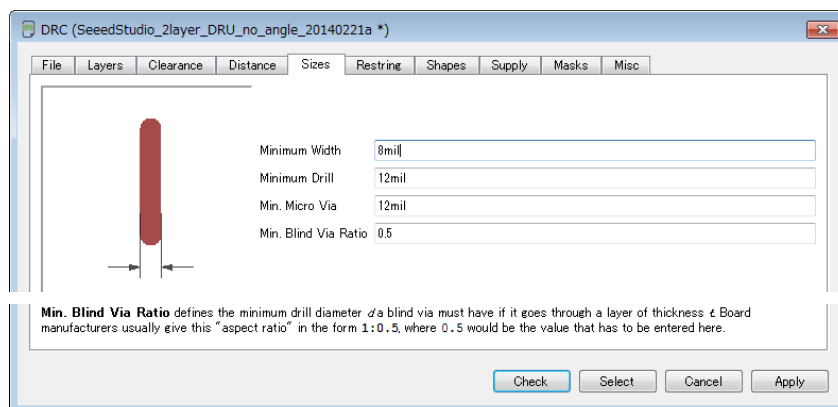

図 15
- ④ このデザインルールでは最小パターン幅が 6mil(0.1524mm)とかなり細いので 8mil(0.2032mm)に変更します。図 15